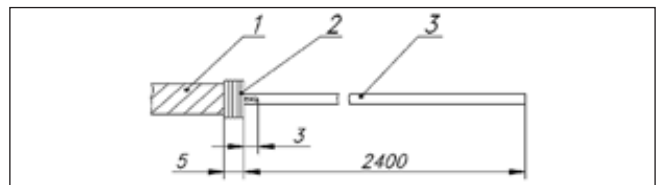

Рисунок 4 - Разделанный ОКГТ
- поставить постоянный бандаж из медной проволоки или ленты ПВХ как указано на рисунок 4 и удалить временный бандаж.